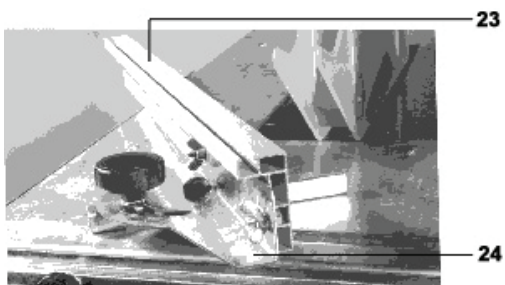

Fig. 17
- Montați componentul 23 pe componentul 24 cu ajutorul a două șuruburi cap de fluture și două piulițe similare (v. fig. 17).